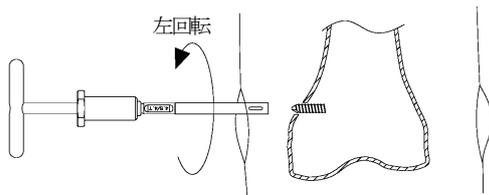

* 図4
- 1) スクリュー先端部をスクリー抜去用プライヤーで把持し、締付ハンドルを確実に締付けた状態で左回転させてスクリーを抜去します。(図4)